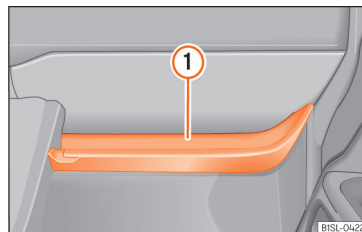

Abb. 126 Ablagefach offen auf der Beifahrerseite.
Am offenen Ablagefach befindet sich ein Taschenhaken » Abb. 126 ①.